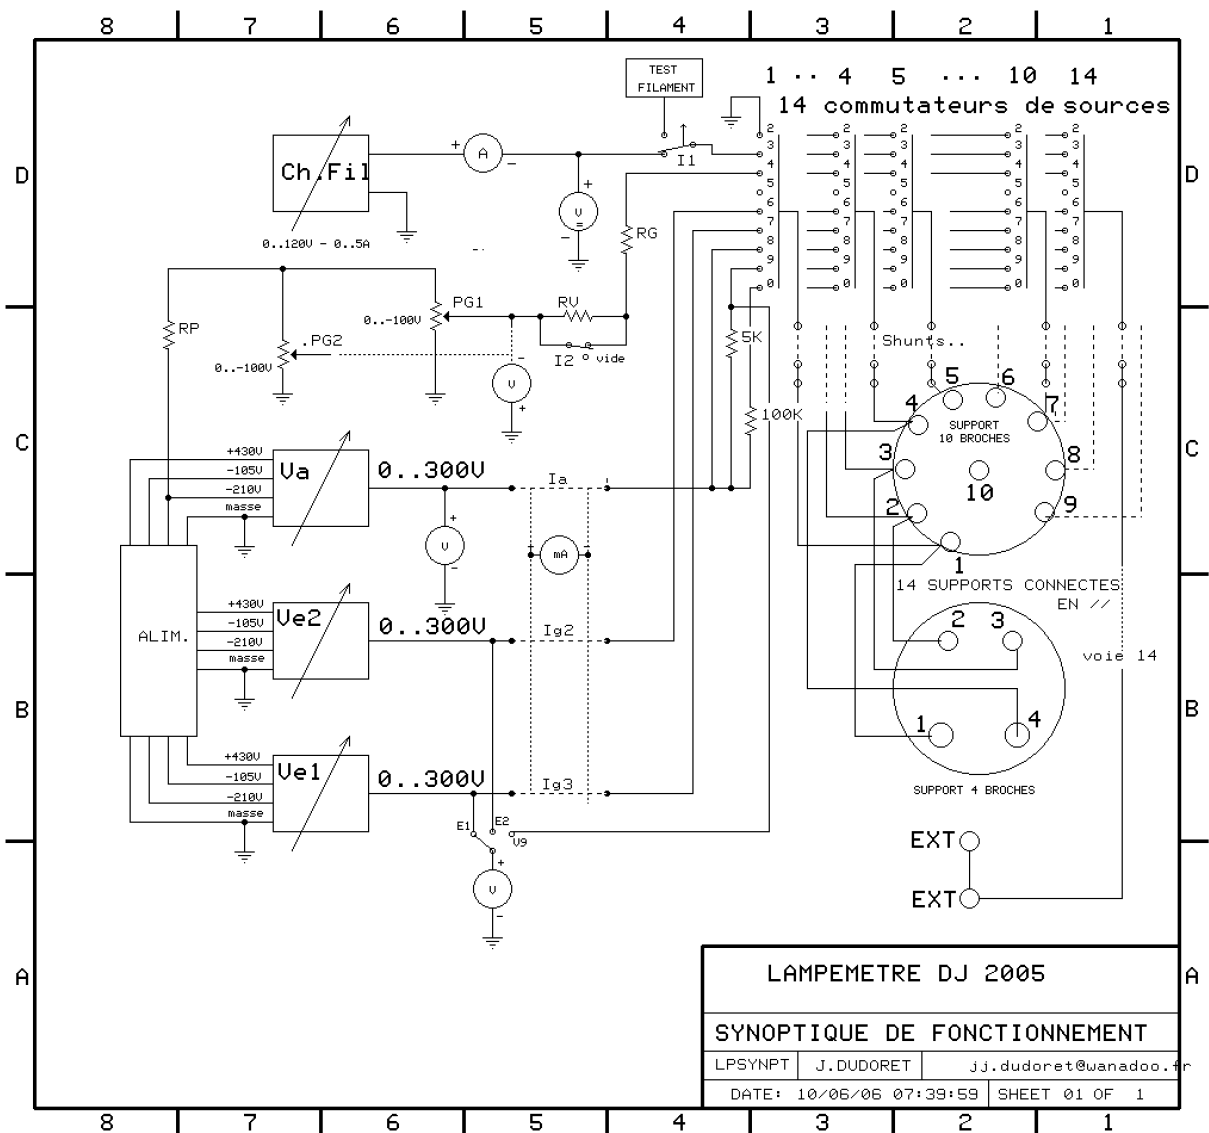

Fig.4 : Synoptique du lampemètre DJ 2006.
- l'alimentation filament avec son transformateur dont les sorties distinctes fournissent 1 x 36V 5A, 2 x 12 V – 0,4A , 75 V – 0,3 A et un 6,3V 5 A , deux potentiomètres de réglages tension et limitation de courant, un voltmètre et un ampèremètre de contrôle, (§ fig.4)